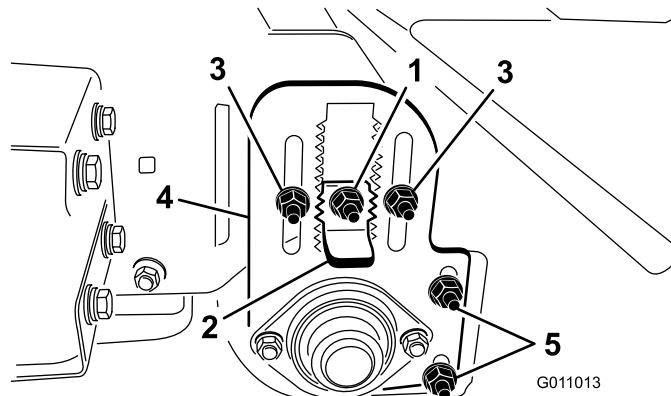

Figure 21
3. Desserrez le contre-écrou sur la clavette de réglage (Figure 21) afin de pouvoir la sortir d'environ 13 mm.
4. Desserrez les contre-écrous de réglage de hauteur de rouleau (Figure 21).
5. Sortez la clavette de réglage de hauteur et montez ou abaissez le rouleau arrière en faisant coulisser la plaque de réglage à la hauteur voulue (Figure 21).
Assurez-vous de régler le racloir du rouleau (Figure 21) de manière à obtenir un espace de 2 mm entre le rouleau et le racloir. Desserrez les écrous de réglage du racloir et placez le rouleau à la position voulue, puis resserrez les écrous.